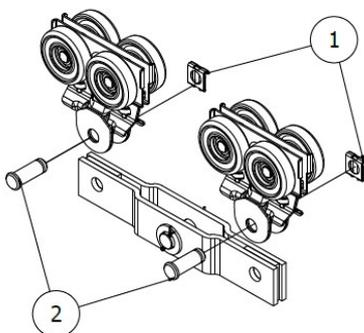

fig. 63
3. Introduzca el soporte de conexión en las placas de los carros (fig. 63).
4. Monte de nuevo los pernos **2** y coloque los topes en su asiento **1**. (fig. 63)